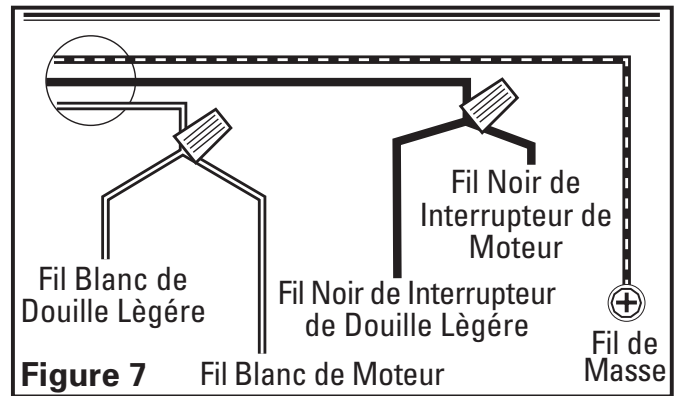

Figure 7
1. Connecter les deux fils lâches Blancs de la hotte de cuisine au fil Blanc de l'alimentation, et les deux fils lâches Noir de la hotte au fil Noir de l'alimentation. Connecter le fil de mise à la terre (vert ou dénudé) de l'alimentation à la vis verte de mise à la terre de la hotte. Utiliser des méthodes de connexion approuvées pour toutes les connexions (Figure 7).